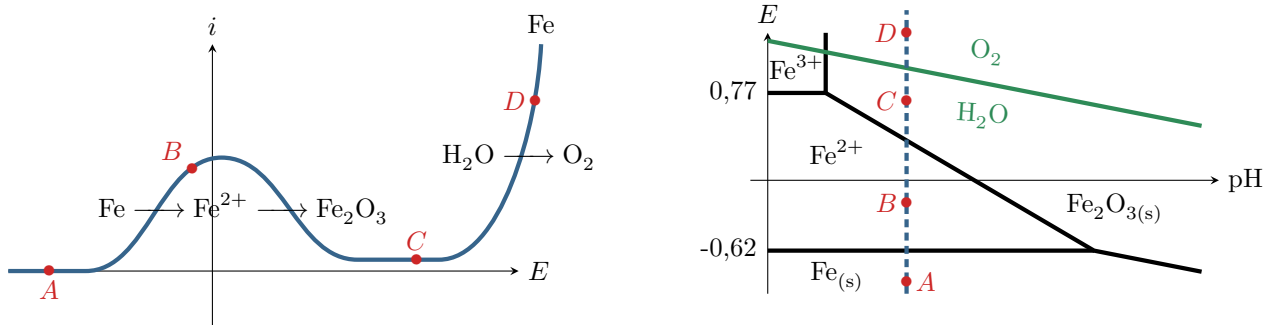

Figure 2 – Allure de la courbe intensité-potentiel du fer à  $pH = 4$ .
**Exemple :** courbe intensité potentiel anodique du fer, figure 2.